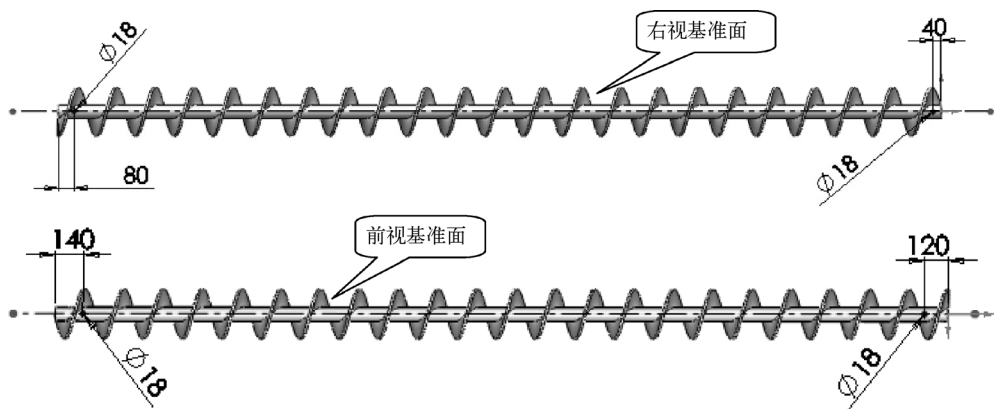

图 4-10 拉伸切除处理
STEP 7 分别在上视和右视基准面中绘制直径为 18mm 的 4 个圆，执行拉伸切除操作，创建绞龙的固定孔，如图 4-10 所示，完成绞龙模型的创建。